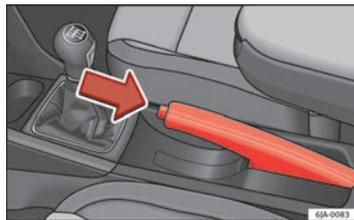

Fig. 103 Console centrale: freno a mano
- Tirare leggermente la leva del freno verso l'alto e **contemporaneamente** premere il tasto di sblocco ⇒ **fig. 103**.